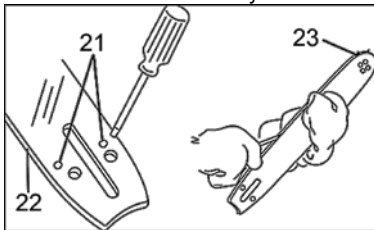

Рисунок 6
- Перевірте, щоб канал для оливи (21, рисунок 6) та паз на напрямній шині (22, рисунок 6) не були засмічені. При необхідності прочистіть їх.
- Перевірте, чи вільно обертається зірочка (23, рисунок 6) на вістрі напрямної шини. Якщо після виконання всіх зазначених вище заходів робота системи змащення не відновилася, слід звернутися до фірмового сервісного центру TM Mächzt.